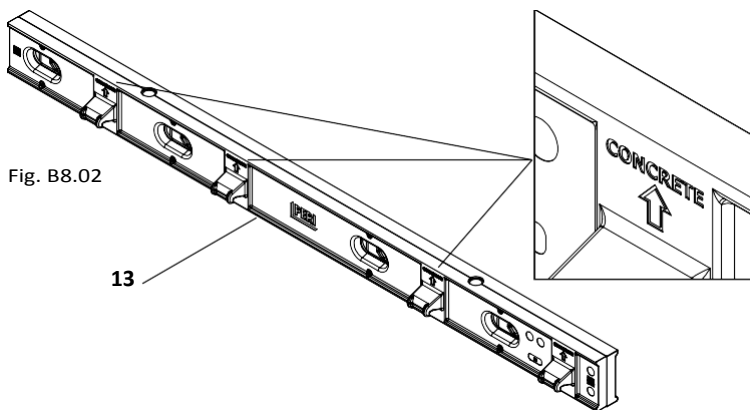

Fig. B8.02
Опората (16) има зъбци, които се захващат в присъединителните жлебове на елемента. Зъбците трябва да сочат навън от бетона (10.7), виж вложка DWC. (Fig. B8.02 + B8.03)